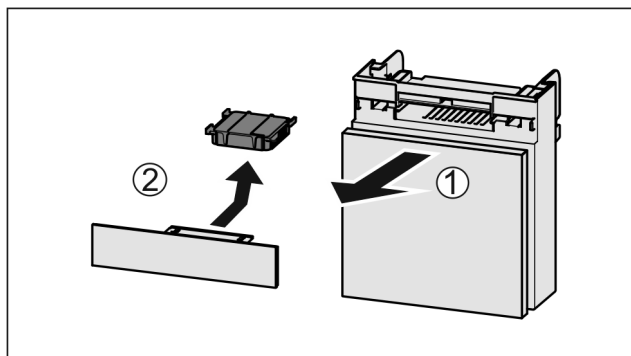

Fig. 127
- ▶ Trekk ut *Fig. 127 (1)* hylsen fremover.
- ▶ Ta ut *Fig. 127 (2)* aktivkullfilteret.